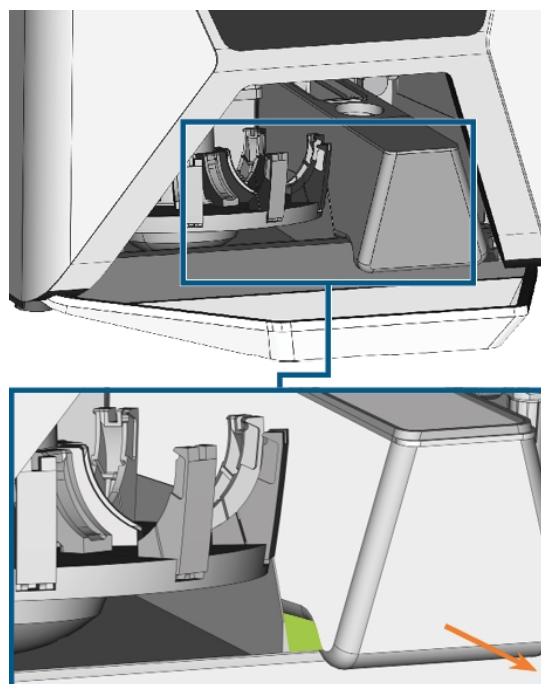

ABB. 37 ENTFERNEN DES KÜHLFLÜSSIGKEITSBEHÄLTERS AUS DEM KOMBIFACH, GREIFEN SIE DEN BEHÄLTER AN DER GRÜNEN FLÄCHE
5. Ziehen Sie den Kühlflüssigkeitsbehälter in Pfeilrichtung aus dem Kombifach heraus (☞ Abb. 37 unten).